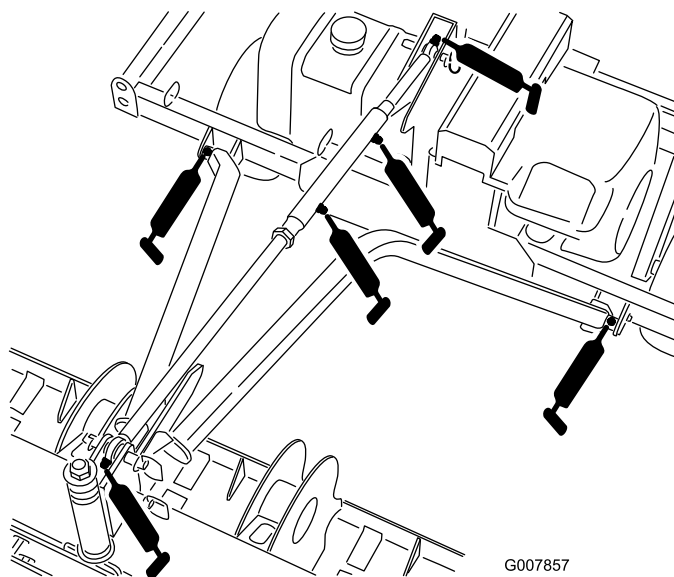

Figure 39
- Cadre de remorquage (2) ; voir Figure 39.